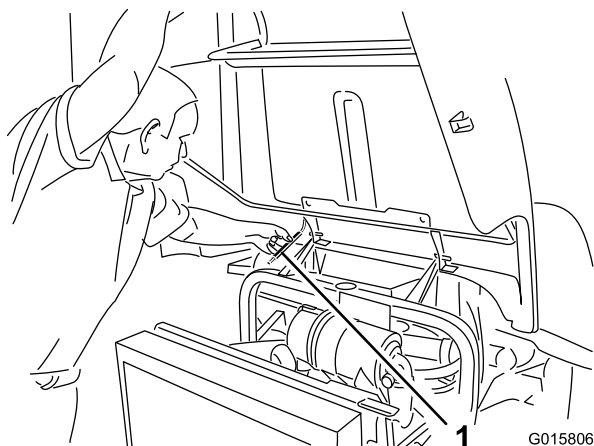

Рисунок 38
- Поднимите капот настолько, чтобы можно было поставить опорную стойку за трубой рамы (Рисунок 38).